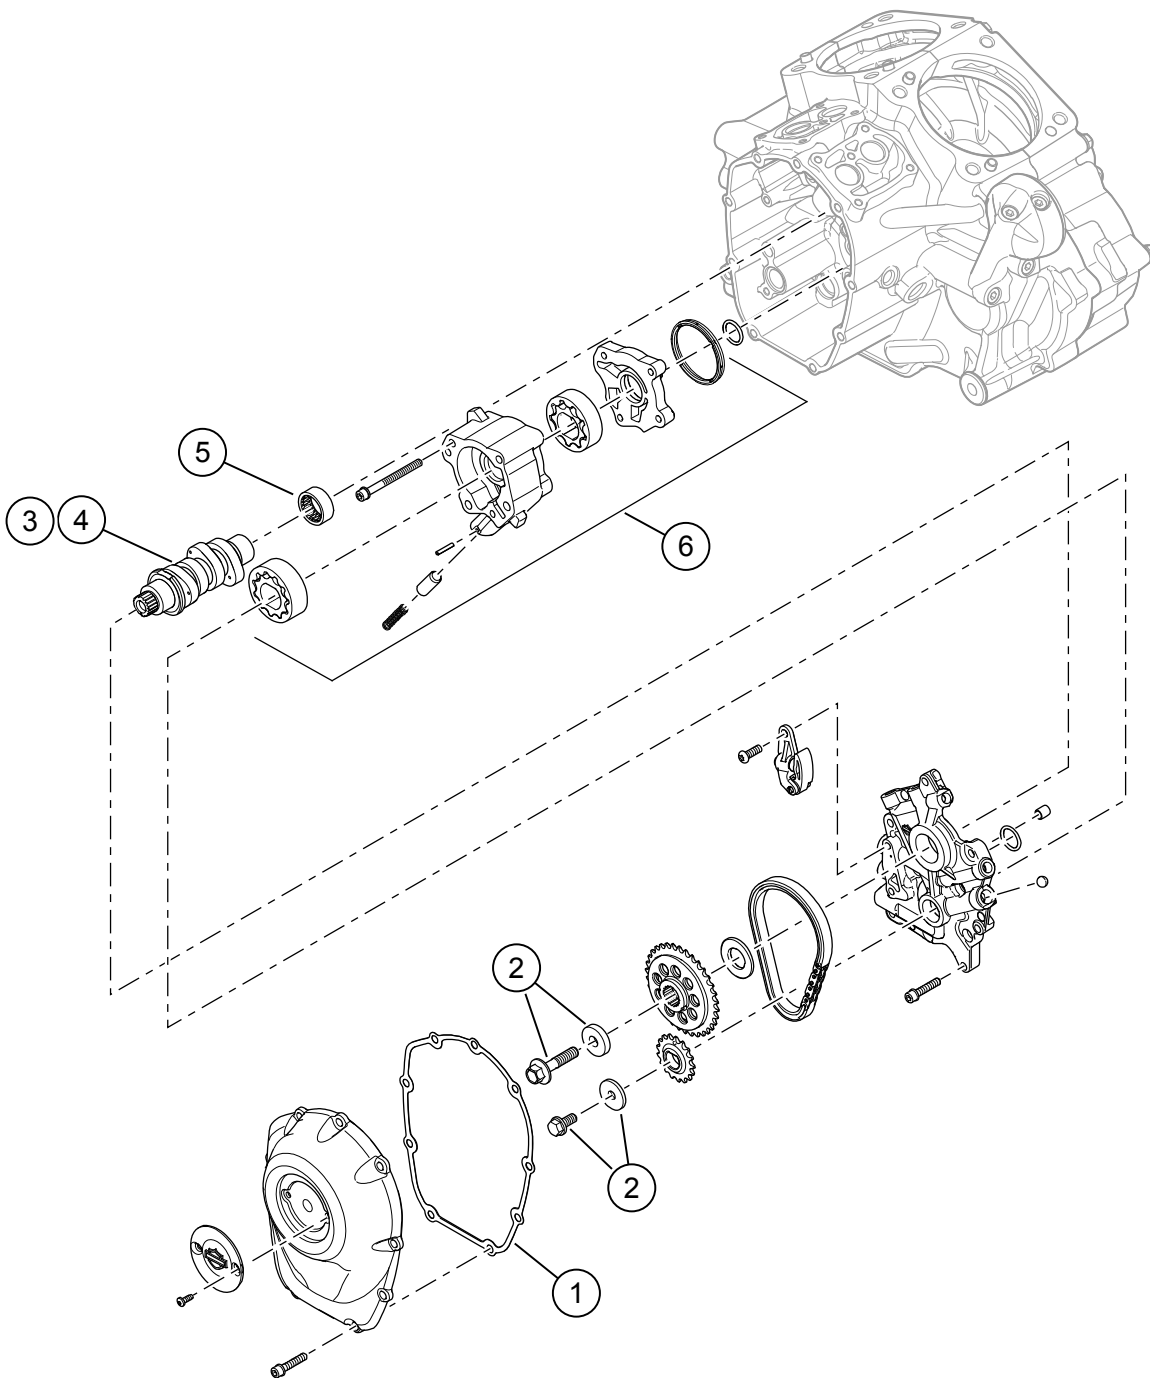

Abbildung 4. Ersatzteile: Screamin' Eagle Milwaukee-Eight Stage 2 Satz
1. Abbildung 4 Die Ölpumpe einbauen. Siehe Werkstatthandbuch.